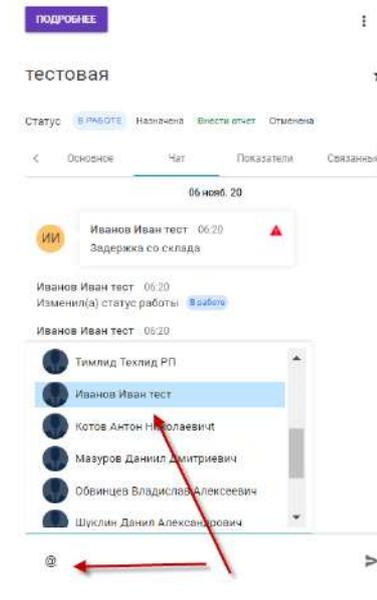

Рисунок 78— Адресное сообщение на вкладке «Чат»
6. Обращение к сотруднику. Для обращения к конкретному сотруднику необходимо в поле сообщения набрать символ @ (см.рис.78)